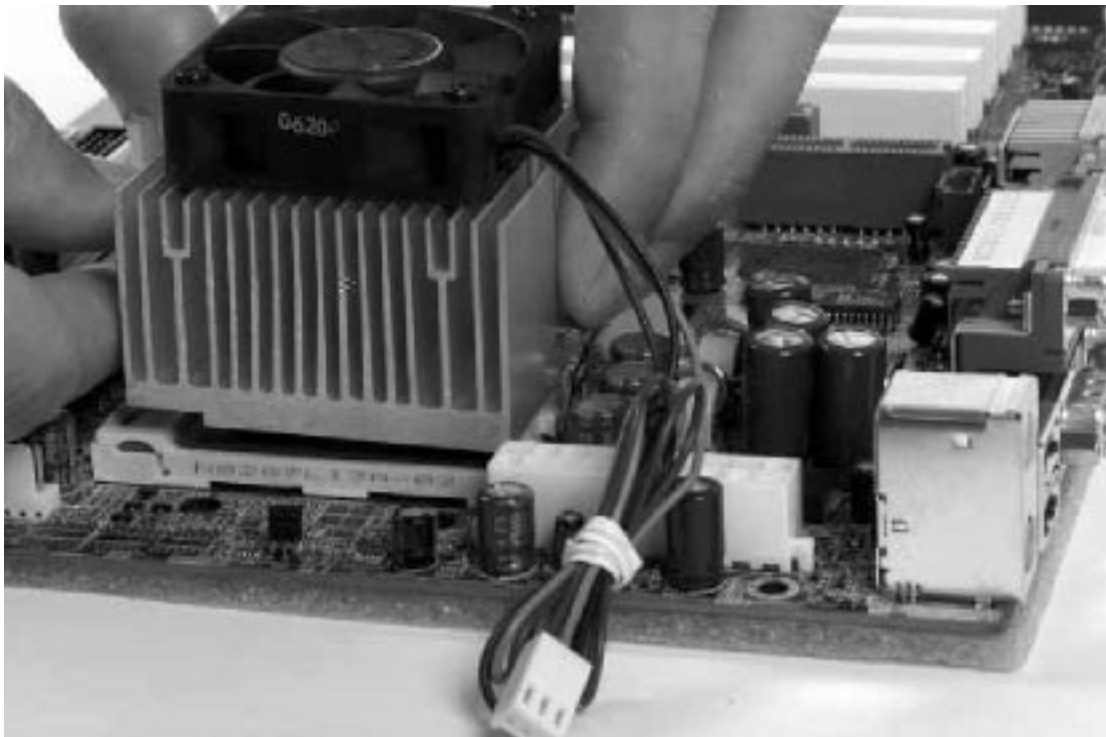

Figura 12. La maniera corretta di installare il dissipatore sul processore.
12. La Figura 12 mostra il primo passo dell'installazione del dissipatore. Il dissipatore deve essere posizionato sul processore con l'estremità corta della clip assicurata all'aletta centrale nella parte inferiore del socket. La semplice pressione delle dita dovrebbe essere sufficiente per assicurarlo all'aletta.